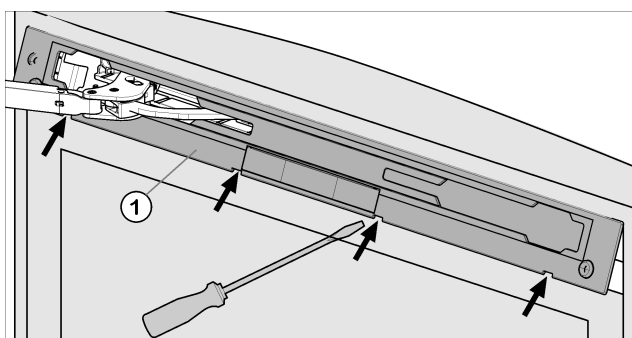

Fig. 14
- Desenganche el panel Fig. 14 (1) con el destornillador para tornillos de cabeza ranurada y retírelo.